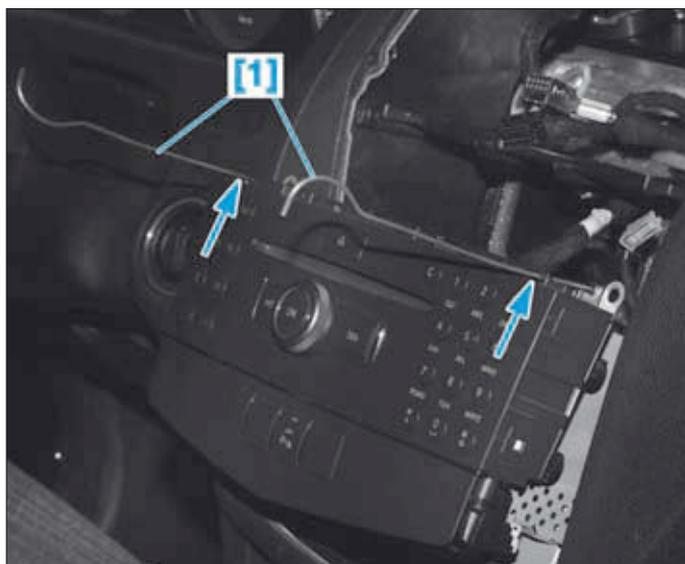

FIG. 21
- insérer deux outils [1] dans les ouvertures (flèches), les pousser vers l'arrière et les tourner de manière à ce que la partie avant des crochets soit orientée vers le bas (Fig.21),